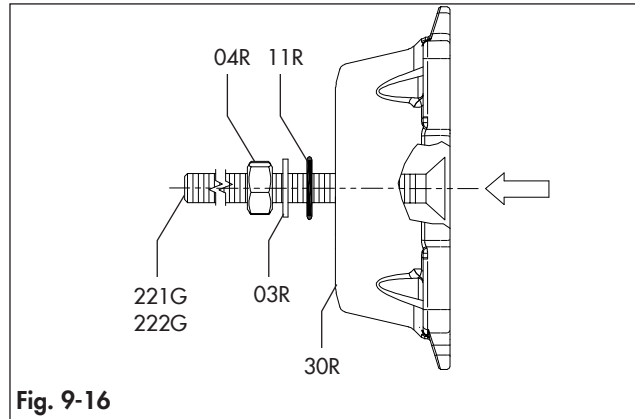

Fig. 9-16
- apriete los tornillos tope (221G/222G) en las tapas (30) alineando la cabeza del tornillo con la superficie de la tapa, como aparece en la fig. 9-16.